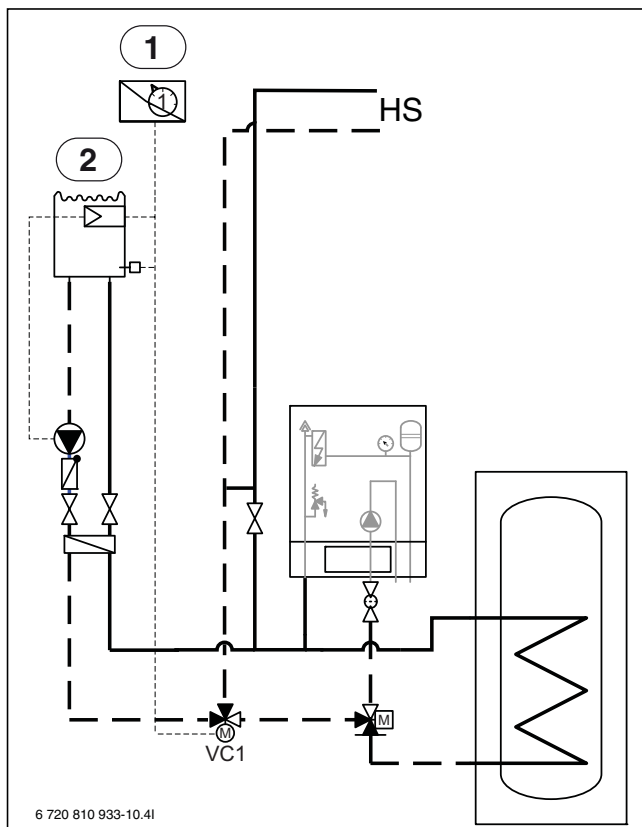

Bild 12 Beispieldarstellung für Pool-Installation
- ▶ Pool-Mischer im Rücklauf zum Inneneinheit montieren (→ [VC1] Abb. 12).